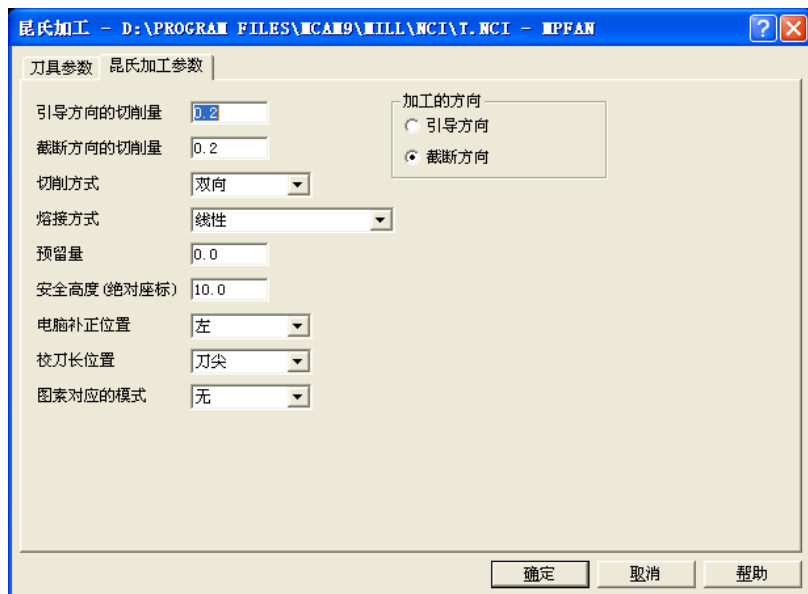
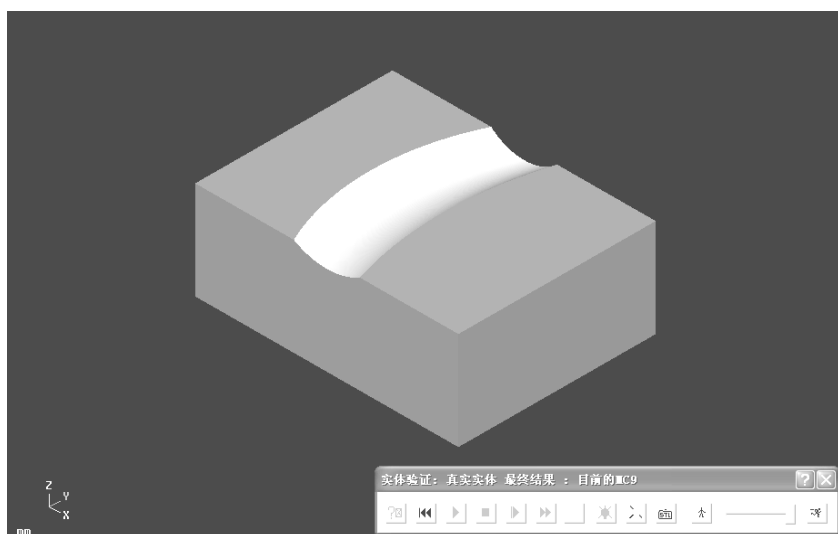

图 1-108 昆氏加工参数
图 1-109 昆氏加工实体切削验证
3) 在“昆氏加工参数”选项卡中设定引导方向的切削量：0.2，截断方向的切削量：0.2，切削方式：双向，预留量：0.0，电脑补正位置：左，加工的方向：点选“截断方向”，其余默认，如图 1-108 所示。工作设定 X80 Y60 Z30，工件原点 X0 Y0 Z0，实体切削验证如图 1-109 所示。将本例保存为“昆氏加工.mc9”文件。